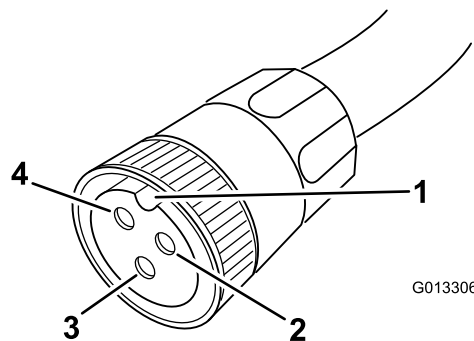

Figura 12
2. Tenete il cavo in modo che la scanalatura sia posizionata a ore 12 (Figura 12).